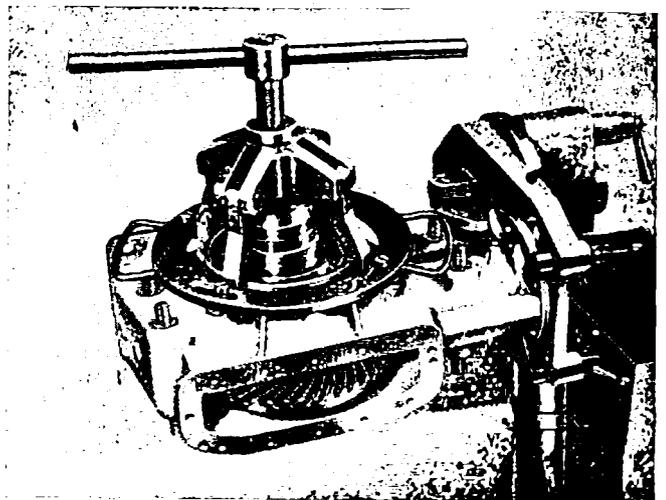

Abb. 7. Abziehvorrichtung für die Lagerbüchse Ac Oca 1426
3. An beiden Seiten werden die Ringmuttern entsichert und abgeschraubt, worauf die Lagerbuchsen mit den Kegelrollenlagern mit Hilfe der Abziehvorrichtung Ac Oca 1426 abgezogen werden (siehe Abb. 7).